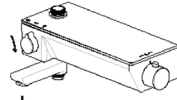

Рис. 11-5
4. Если включен режим «Ручной душ» и излив воды повернут как на рис.11-5, вода будет литься из излива. Если вы повернете излив воды на 90° вправо, вода прекратит литься из излива и включится режим «Ручной душ».